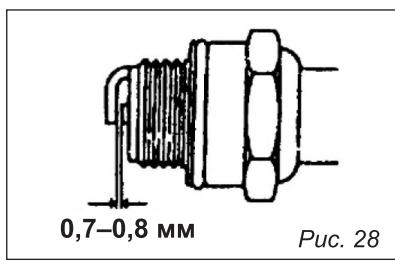

Рис. 28
• Проверьте зазор между электродами специальным плоским щупом. Нормальный зазор должен составлять 0,7–0,8 мм. При необходимости отрегулируйте величину зазора, осторожно подгибая боковой электрод (рис. 28).